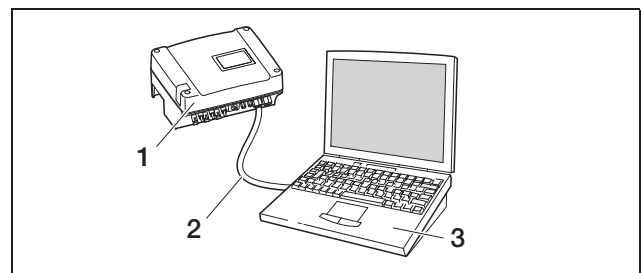

Abbildung 39: Wechselrichter und Computer mit Ethernet-Kabel verbinden
- a) direkt über ein Ethernet-Kabel (siehe Abbildung 39) oder